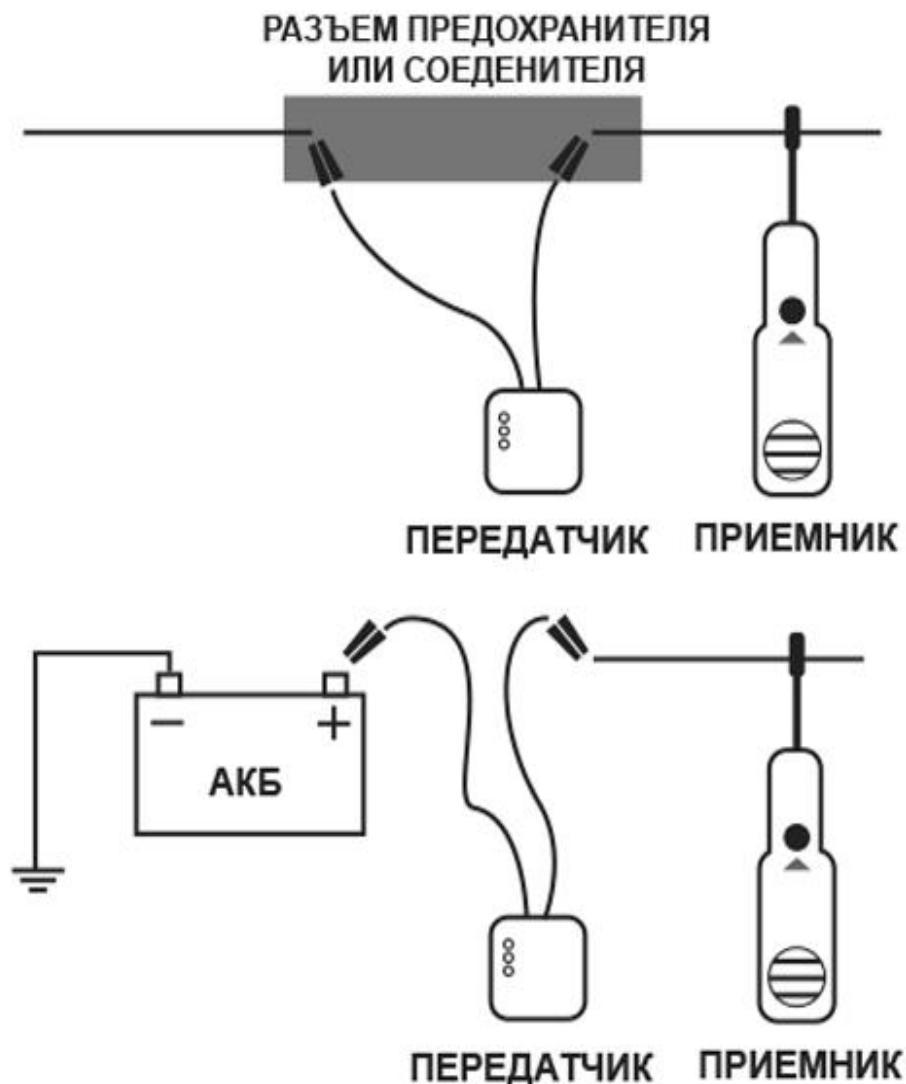

Рис.2
6. В случае возникновения проблем с получением приемником сигнала от передатчика увеличивайте его чувствительность и повторите испытание. Подозрительные места проверяйте дважды. См. рис. 2.